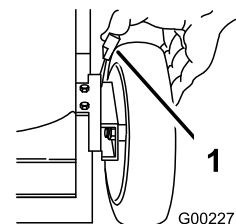

Figura 19
1. Tire de la palanca de ajuste de la altura de la rueda hacia la rueda (Figura 19) y muévela a la posición deseada.